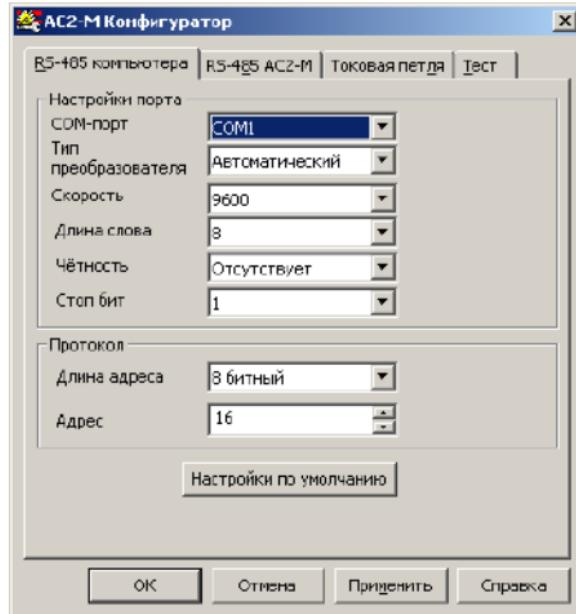

Рисунок 9.1 – Конфигуратор АС2-М.
9.4 При запуске программы «Конфигуратор АС2-М» открывается рабочее окно (рис. 9.1), содержащее четыре вкладки: «RS-485 компьютера», «RS-485 АС2-М», «Токовая петля» и «Тест».
9.5 Вкладка «RS-485 компьютера» (рисунок 9.1) служит для задания значений сетевых параметров программы. С этими сетевыми параметрами программа «Конфигуратор» устанавливает связь с АС2-М